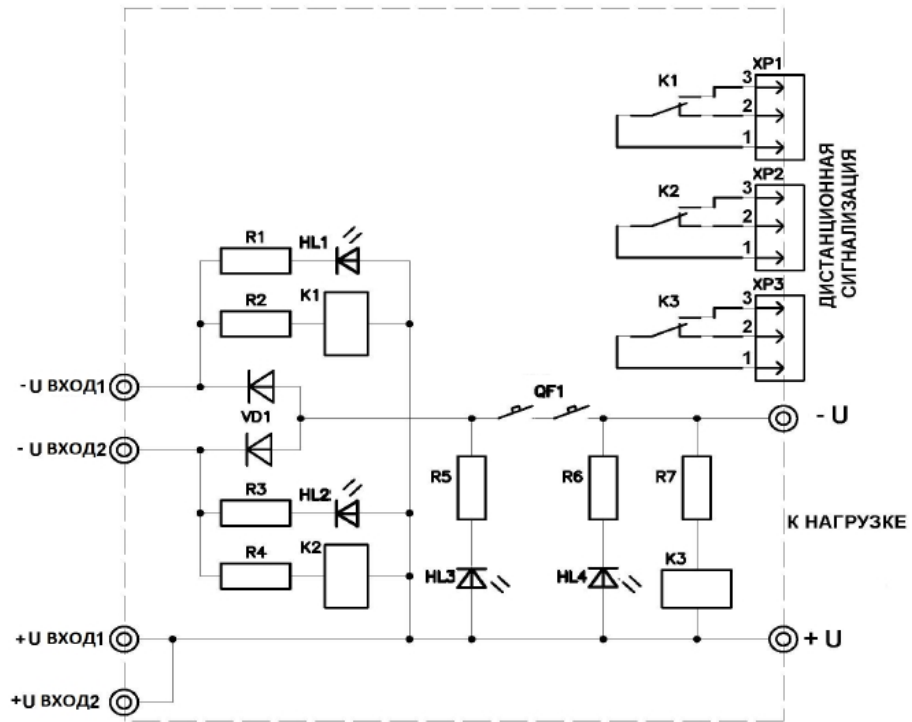

Рисунок 1 Схема подключения САВР с общим анодом.
- по положительному полюсу (в схеме с общим катодом) смотри рисунок 1;